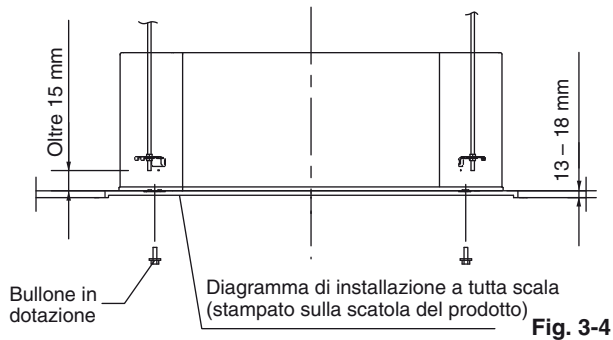

Fig. 3-4
- (1) Nell'inserire quest'unità nel soffitto, determinare il passo dei bulloni di sospensione usando il diagramma a tutta scala in dotazione. (Fig. 3-4)
- (2) La lunghezza dei bulloni di sospensione deve essere adatta ad una distanza fra fondo del bullone e fondo dell'unità da oltre 15 mm. (Fig. 3-4)